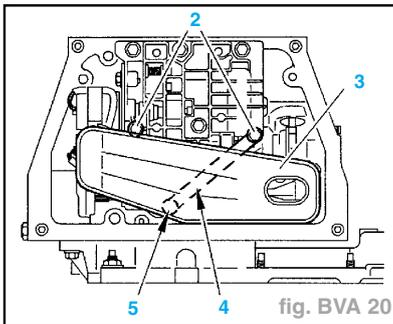
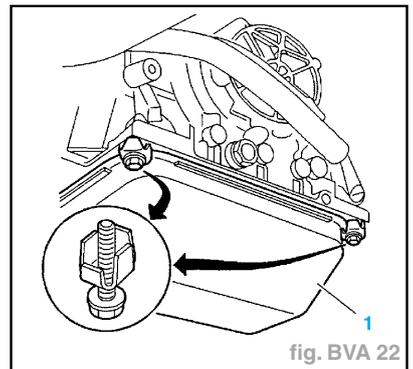

fig. BVA 20
fig. BVA 22
- Déposer (fig. BVA 20) :
- les vis (2),
- la crépine (3).
- la crépine (3) neuve munie de son joint (fig. BVA 20).
- Serrer les vis (2) à **0,9 daN.m**.
**Attention :** Lors de la repose de la crépine s'assurer que la patte (4) passe sous la rondelle de la vis (5).
- Reposer le carter inférieur (1) (fig. BVA 22).
**Attention :** Les pattes de fixation du carter inférieur (1) ont un sens (petit côté, côté carter inférieur (1)).